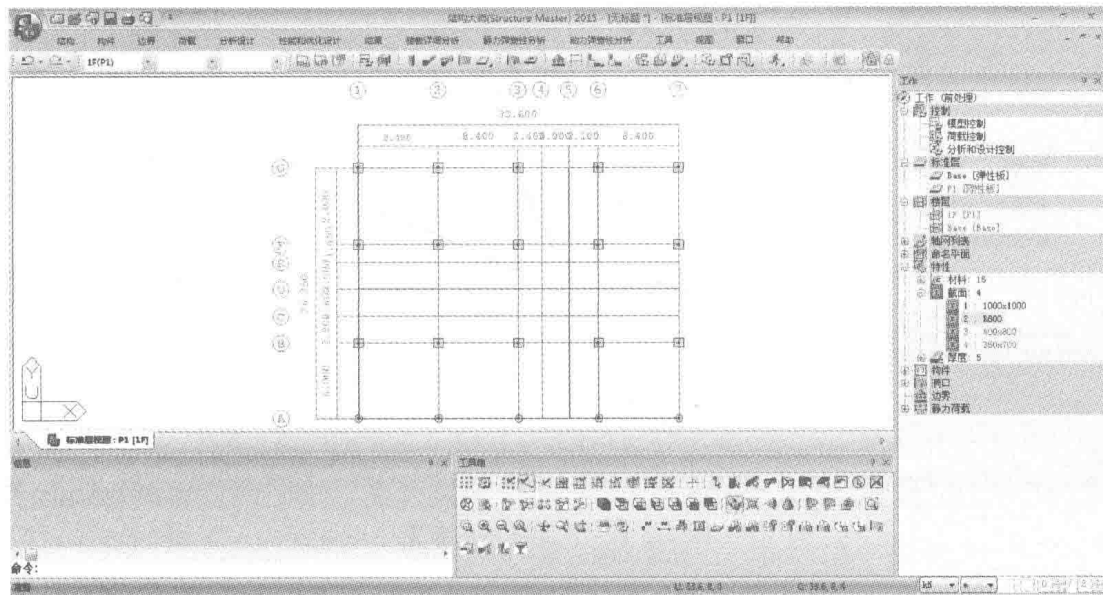

图 2.2-8 柱构件的布置
1. 单击【构件>建立构件>柱】，弹出建立构件对话框，选择构件类型：柱，截面：1：1000×1000（2：R800），beta：90，布置方式：一点。如图 2.2-8 所示。